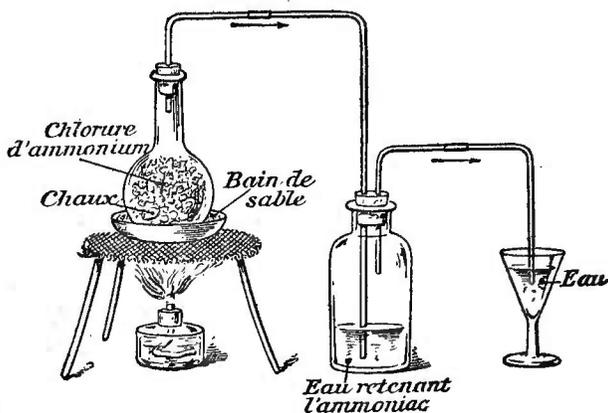

FIG. 61.
*Dissolution de gaz ammoniac*¹ — Pour préparer une dissolution de gaz ammoniac, il suffit de faire arriver le gaz dans l'eau d'un flacon (fig. 61).